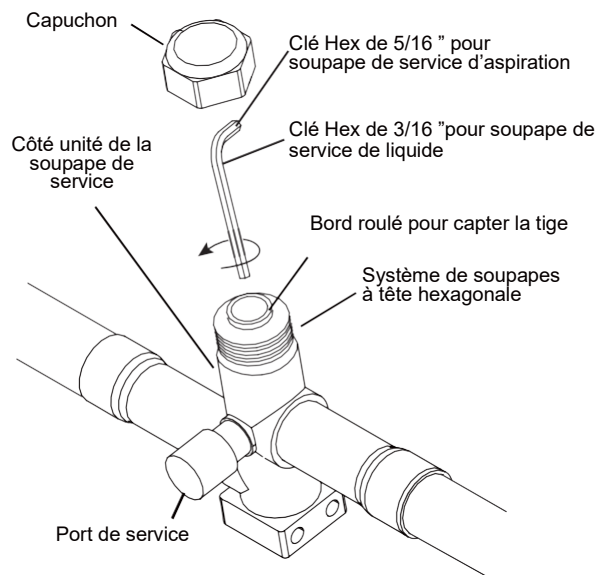

Figure 10-1
1. Retirez le bouchon la soupape de service (Fig. 10-1).